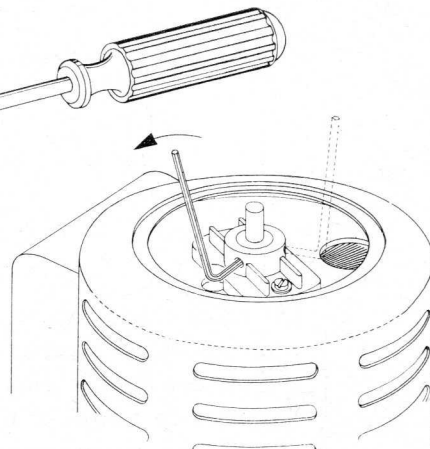

Fig. 5
- As los maken door de twee M5-schroeven los te draaien (zie fig. 5).